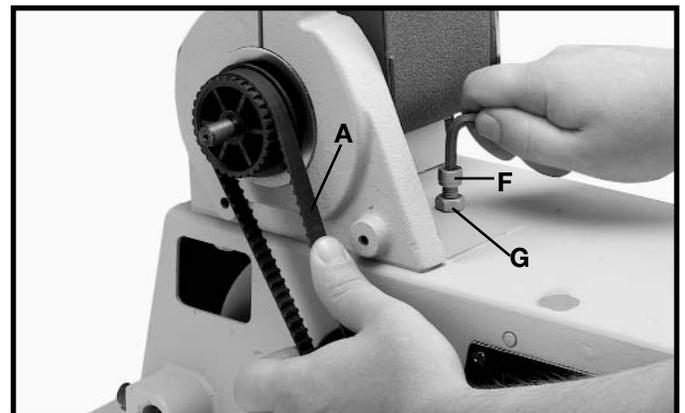

Fig. 4
2. Vérifiez si la courroie (A) fig. 4, est correctement tendue en exerçant une légère pression sur la courroie à mi-chemin entre les deux poulie comme il est illustré. **REMARQUE : IL DOIT Y AVOIR UNE FLEXION D'ENVIRON 1/4 po DANS LA COURROIE (A) À MI-CHEMIN ENTRE LES DEUX POULIES EN APPUYANT AVEC LE DOIGT. IL N'EST PAS NÉCESSAIRE QUE LA COURROIE SOIT TRÈS TENDUE POUR BIEN FONCTIONNER.**
3. Si un réglage est nécessaire, desserrez le contre-écrou indesserrable (G) fig. 4, et à l'aide de la clé hex. de 6 mm, serrez ou desserrez la vis de réglage (F) jusqu'à ce que la courroie soit correctement tendue. Ensuite, resserrez le contre-écrou (G).